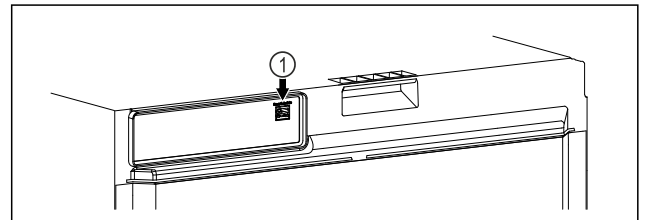

Fig. 141
- SmartModule Fig. 141 (1) er installert.